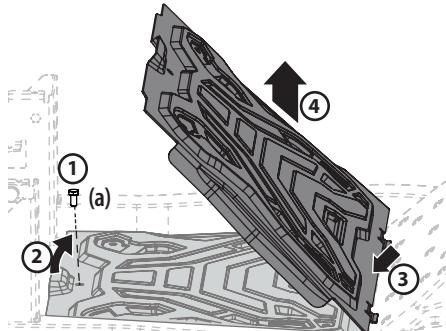

Figura 34
- Con una herramienta para usos múltiples (si está equipada) o una llave de cubo de 1/2", extraiga el tornillo de cabeza hexagonal (a) que sujeta el panel del piso en su lugar. Consulte 1 en la Figura 34.
- Levante con cuidado la parte trasera del panel del piso. Consulte 2 en la Figura 34 en la página 57.
- Para liberar el frente del panel del piso, deslícelo hacia atrás. Consulte 3 en la Figura 34 en la página 57.
- Levántelo para separarlo del tractor. Consulte 4 en la Figura 34 en la página 57.